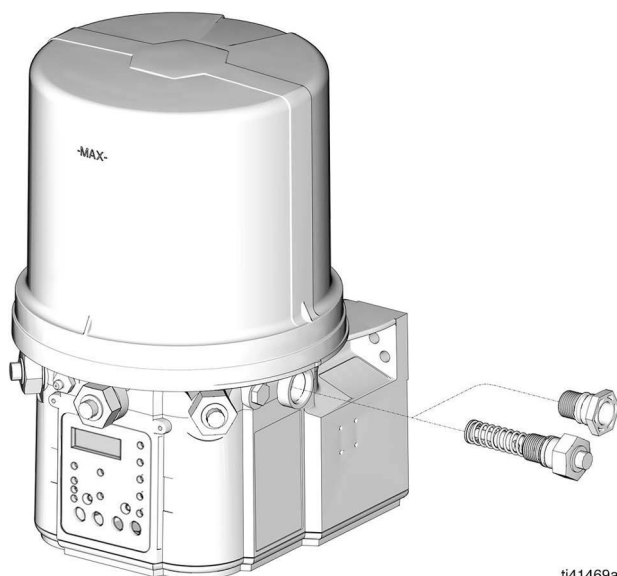

FIG. 11
3. Retire el elemento de la bomba y sustitúyalo por un tapón (apriete el accesorio de conexión 5,6 N•m [50 lb-pulg.]) (FIG. 11).